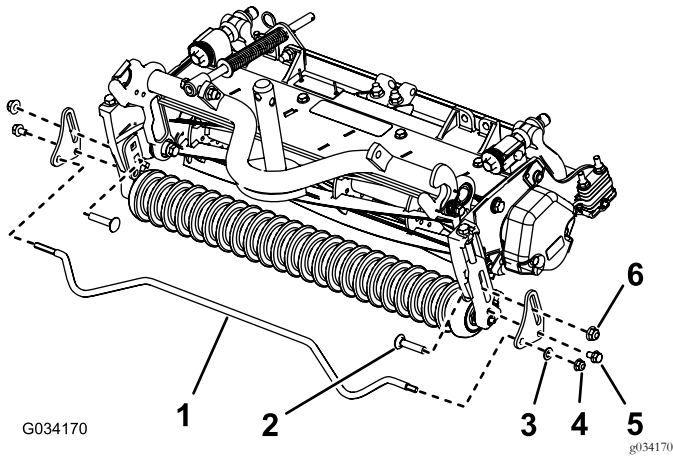

Figura 10
1. Instale uma placa do cesto em cada lado da estrutura da unidade de corte com uma porca flangeada ($\frac{3}{8}$ pol.), um parafuso de carroçaria ($\frac{3}{8}$ x $1\frac{3}{4}$ pol.) e um parafuso flangeado ($\frac{5}{16}$ pol.); consulte Figura 10.
2. Insira a extremidade hexagonal comprida da barra do cesto numa placa do cesto e a outra extremidade na outra placa do cesto (Figura 10).
3. Prenda a extremidade hexagonal curta da barra do cesto com uma porca flangeada ($\frac{5}{16}$ pol.) e uma anilha endurecida (Figura 10).